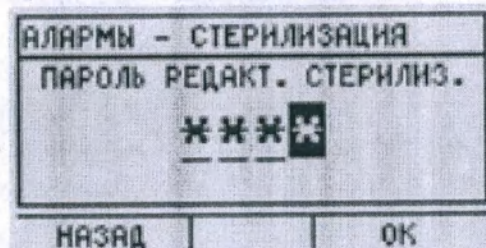

рис. 44
- Доступ к меню СИГНАЛЫ ТРЕВОГИ - СТЕРИЛИЗАЦИЯ может быть защищен паролем (рис. 44).